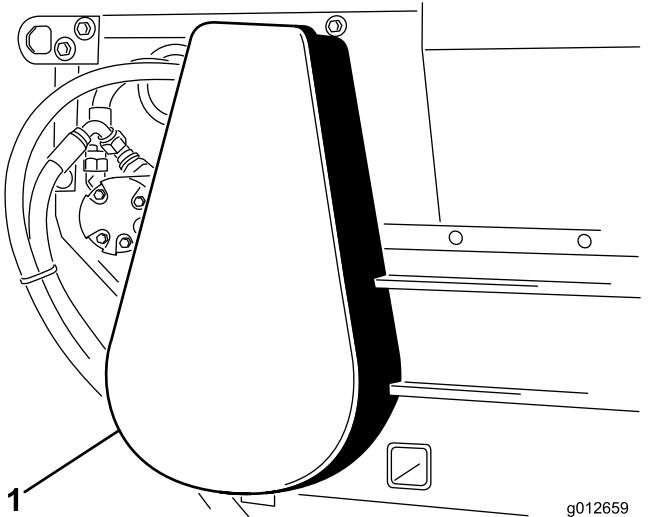

Рисунок 28
- Снимите крышку цепи (Рисунок 28).